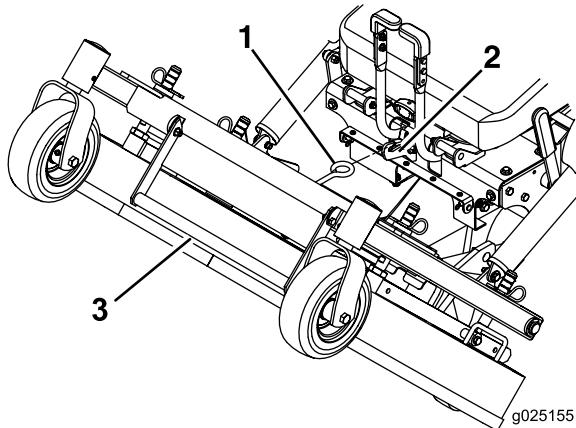

Figura 20
3. Mediante el uso de la barra de elevación de la carcasa, levante la carcasa y engáñchela en la posición de Elevada (Figura 20).
1. Sujete firmemente la barra de elevación de la carcasa, desenganche el enganche de la carcasa de corte de la máquina y baje la carcasa lentamente al suelo (Figura 20).